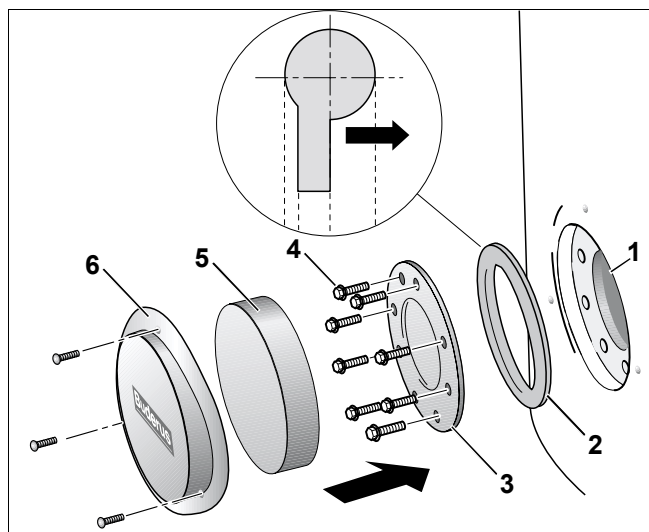

Рис. 13 Монтаж люка для чистки
- Уложить новое уплотнение (рис. 13, **поз. 2**) на люк для чистки (рис. 13, **поз. 1**). При этом следует обратить внимание на положение уплотнения: выдавленная надпись "Deckelseite" (к крышке) должна прилегать к крышке люка для чистки.
- Закрутить вручную как можно туже болты (рис. 13, **поз. 4**) в крышке (рис. 13, **поз. 3**).
- Уложить теплоизоляционную шайбу (рис. 13, **поз. 5**) и установить крышку (рис. 13, **поз. 6**).